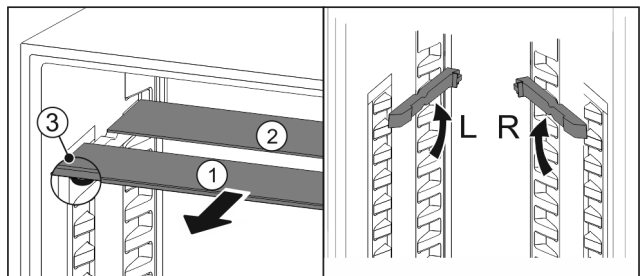

Fig. 100
- ▶ Посуньте Fig. 100 (1) скляну панель вперед.
- ▶ Скляна панель Fig. 100 (1) з декоративною планкою лежить спереду.
- ▶ Стопори Fig. 100 (3) показують вниз.